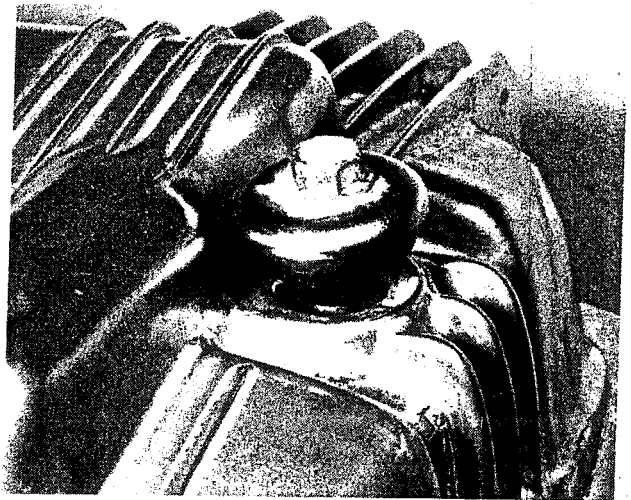

Bild 36
- Den Motor aufrecht auf der Werkbank mit Holzklötzen standfest unterbauen. Die beiden Befestigungsschrauben des Ventilkammerdeckels lösen und den Deckel abheben (Bild 36).